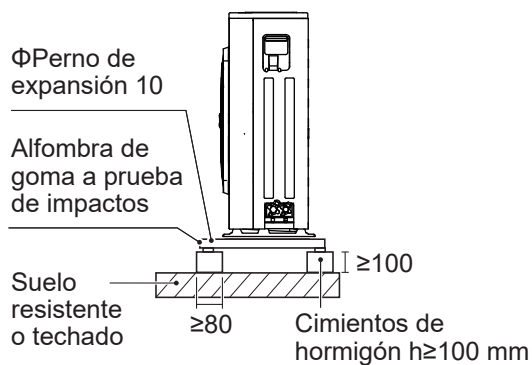

Fig: 6-3
- Si el agua no se drena fácilmente de la unidad, monte la unidad sobre una base de bloques de hormigón o soporte similar. (La altura de la cimentación debe ser de aproximadamente 100 mm. (Véase la Fig. 6-3).